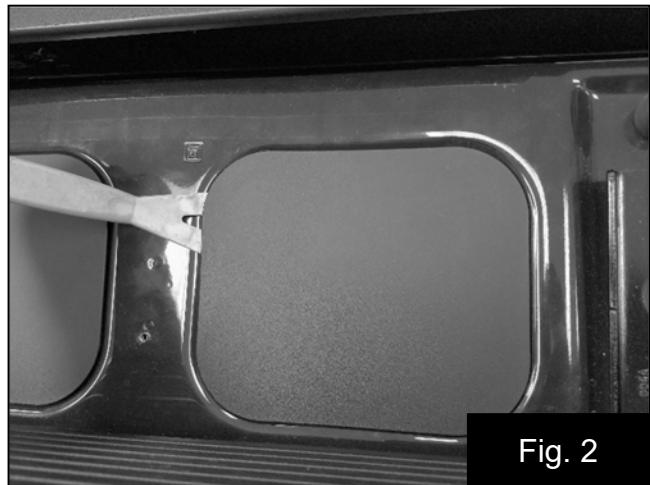

Fig. 2
3. Retirez les quatre panneaux de protection en plastique. Certains véhicules peuvent être équipés d'un kit d'éclairage dans deux des panneaux. S'ils sont équipés d'un éclairage, les lumières seront réinstallées plus tard dans le baffle des haut-parleurs Kicker. Fig. 2